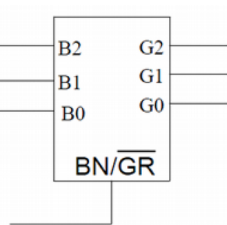

Figure 3.2
3. A l'aide de multiplexeurs 2 vers 1, modifiez le schéma de la question "1" de façon à y ajouter une entrée BN/\overline{GR} (Figure 3.2) dont la fonction est décrite par la Table 3.4.